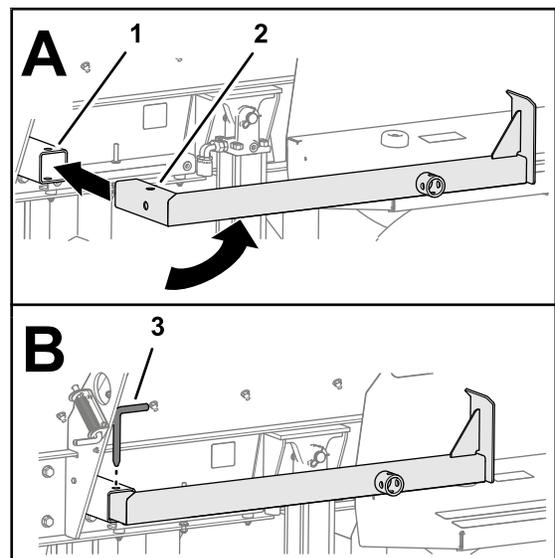

Figura 26
5. Gire la pata de apoyo trasera en sentido horizontal e insértela en el tubo de la pata (Figura 26)
6. Alinee los orificios en la pata de apoyo y el tubo y fije la pata de apoyo con el pasador de la pata de apoyo (Figura 26).